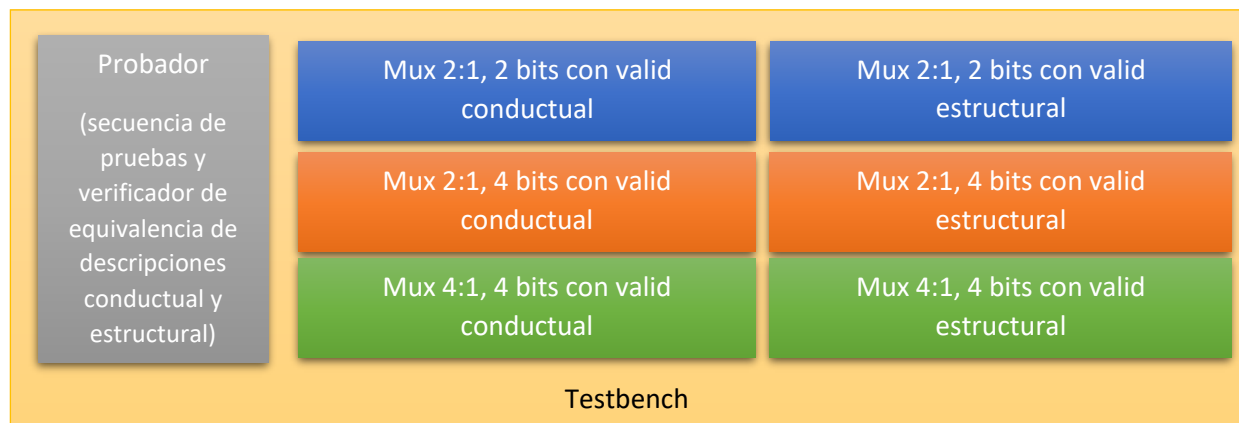

Figura 1. Estructura de módulos Tarea #6.
3. El entregable tendrá una estructura similar a la de la Figura 1.